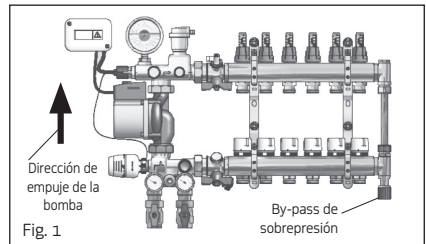

Fig. 1
2. Que la bomba haya sido montada correctamente con la dirección de empuje hacia arriba (Fig. 1);
3. Que el by-pass de sobrepresión (si está presente) en el circuito secundario haya sido montado correctamente con el pomo negro colocado en correspondencia del retorno (Fig. 1);